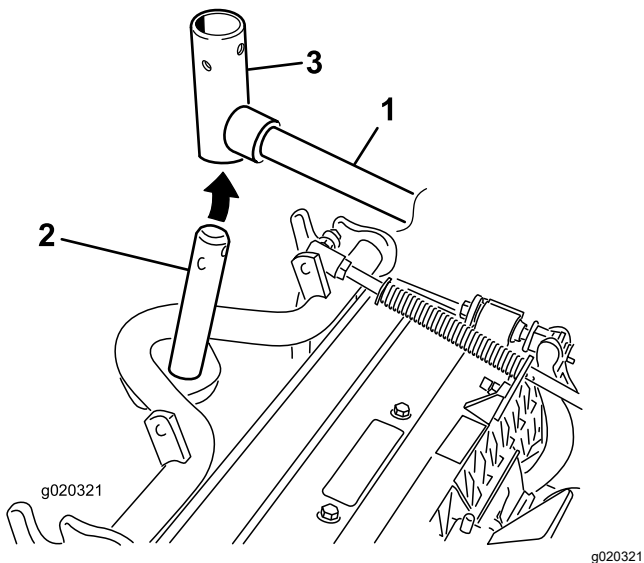

Figura 7
9. En el caso de las unidades de corte delanteras, deslice una unidad de corte debajo del brazo de elevación mientras coloca el eje del bastidor de tiro en la horquilla de pivote del brazo de elevación (Figura 7).
- B. Introduzca la horquilla del brazo de elevación en el eje del bastidor de tiro (Figura 7).